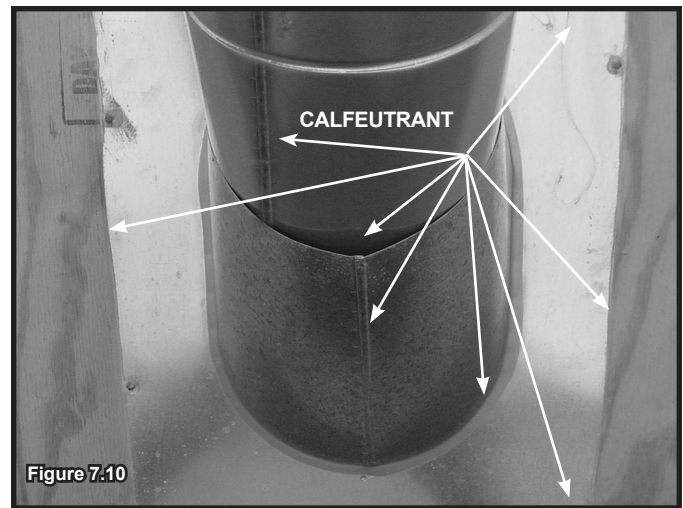

Figure 7.10
- Glissez le solin en tôle galvanisée sur le conduit qui sort du toit, comme il est indiqué à la figure 7.10.
- Calfeutrez le périmètre du solin, là où il entre en contact avec la surface du toit. Voir la figure 7.10.